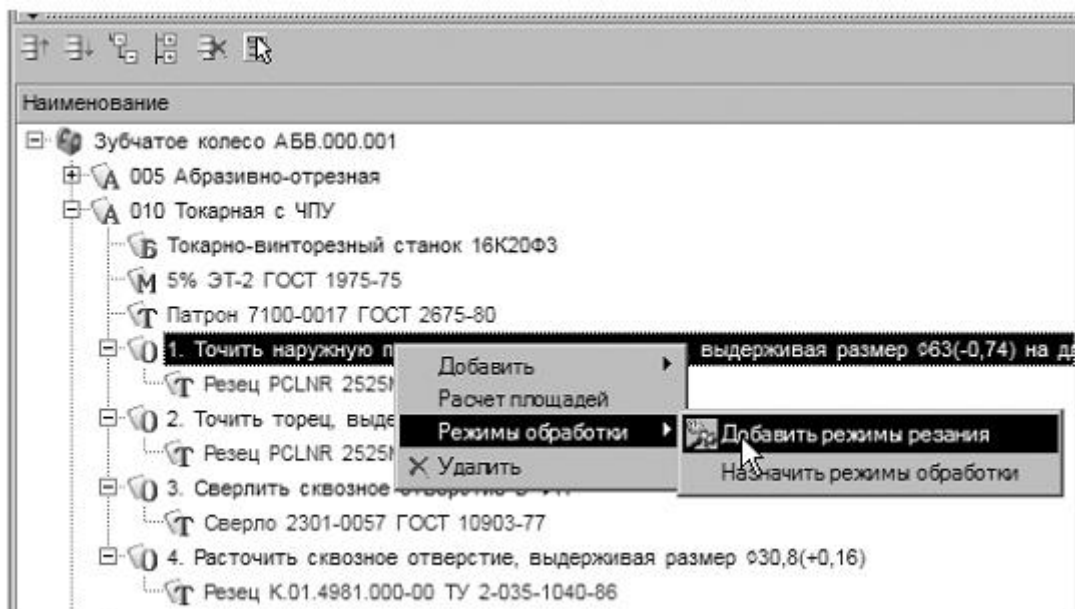

Рисунок 12.
3. Установите курсор на переход 1 операции 010 Токарная с ЧПУ. С помощью контекстного меню выполните команду Режимы обработки – Добавить режимы резания (рис. 12).